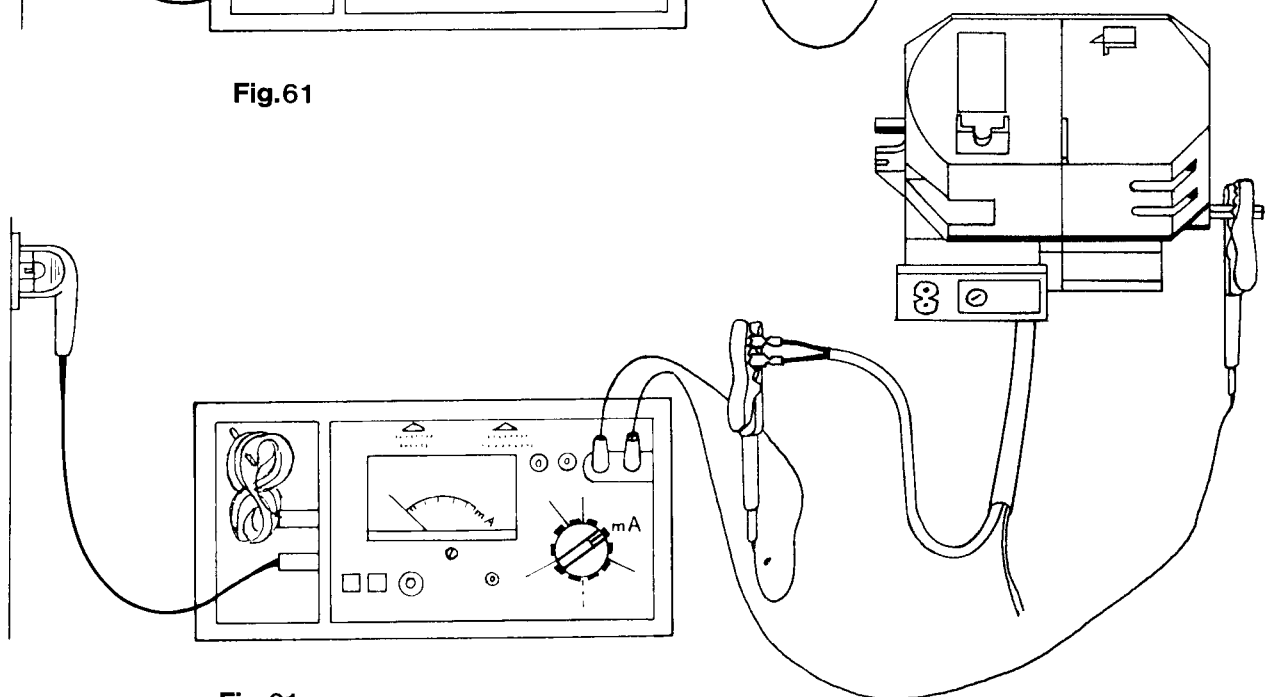

Fig. 61a
- Bei PFAFF Motoren der 1029 die Mutter „Best.“ Nr. 92 320 068-05 anschrauben. Die zwei Kabel wie in Abb. 61a anbringen.
- On motors of Pfaff 1029 machines screw on nut No. 92 320 068-05. Connect the two wires as shown in Fig. 61a.
- ☐ Sur les moteurs de la Pfaff 1029, visser l'écrou, réf. 92320 068-05, Fixer les deux câbles selon fig. 61a.